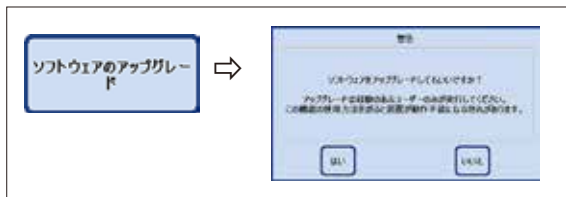

図 77
- USB スティックを接続し、「ソフトウェアのアップグレード」ボタンを押します（図 77）。